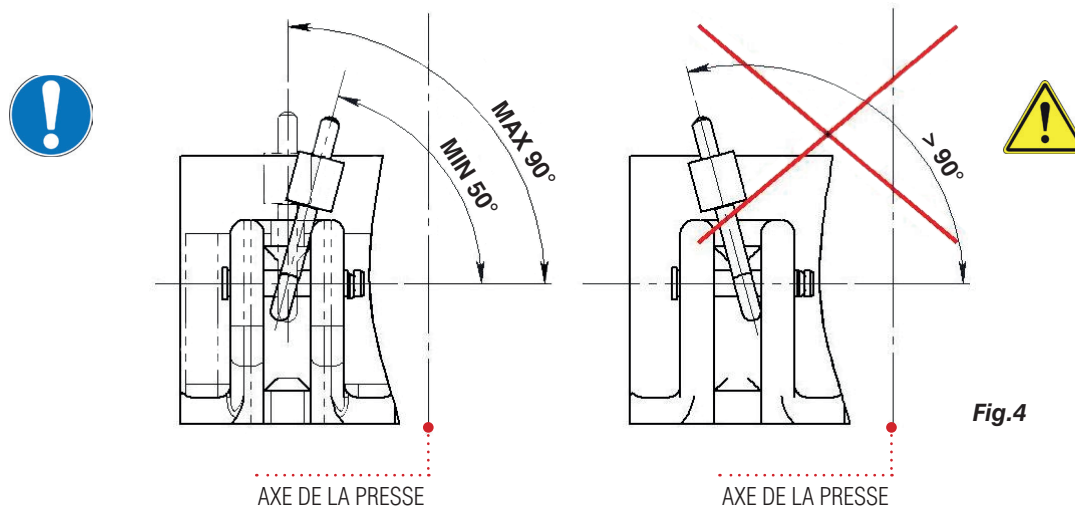

Fig.4
*Pas effectuer soulèvement / mouvementation / renversement avec élingue que forme angles supérieurs à 90° en respect au plan horizontal , en cas contraire on peut se vérifier désenfillement du broche avec le risque de la chute du charge (voir **Fig.4**).*